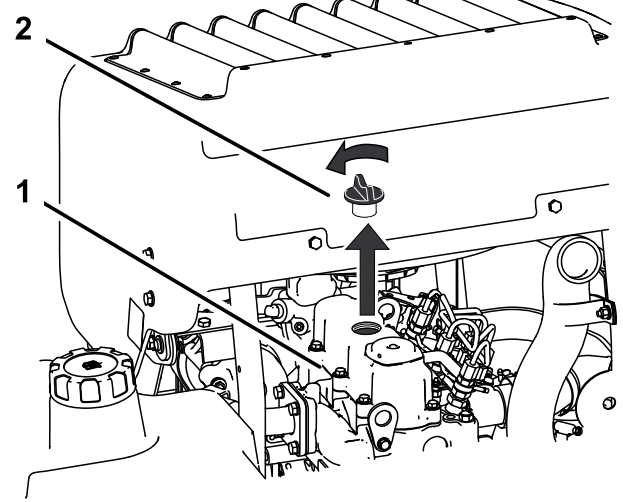

Figura 46
6. Retire el tapón de llenado de aceite de la parte superior del motor (Figura 46). Esto facilitará el vaciado del aceite.
2. Retire el tapón de llenado y la varilla (Figura 46).